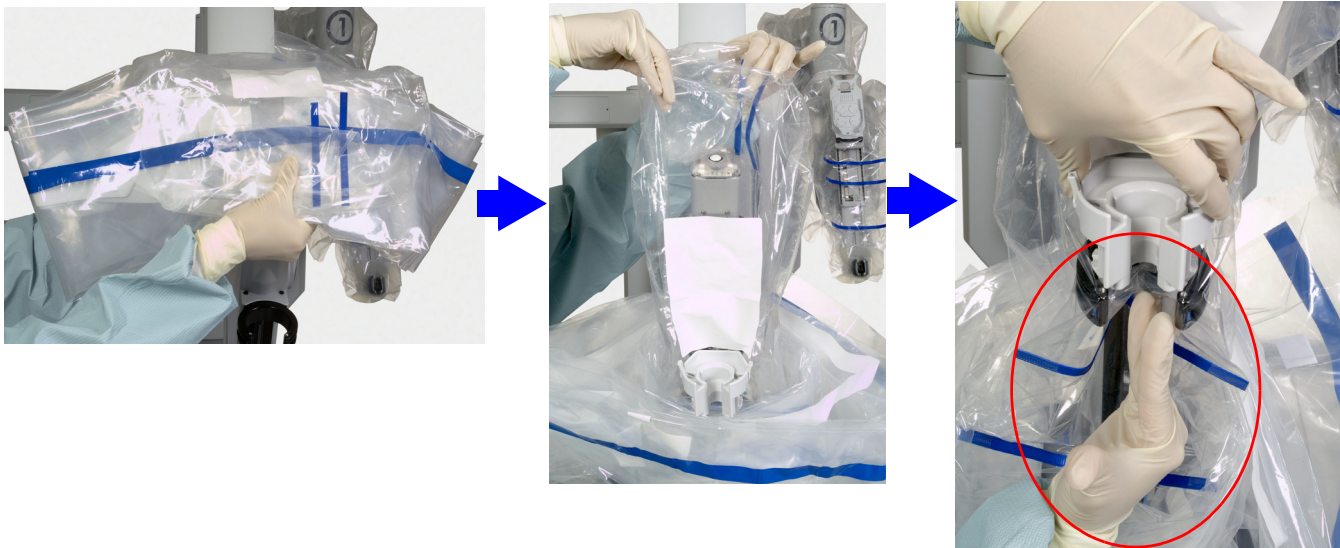

Figura 6.16 Baixe sobre o eixo de inserção e instale o adaptador esterilizado
4. Instale agora o adaptador esterilizado do braço da câmara dentro da guia do braço da câmara. Utilizando o lado de uma mão conforme ilustrado acima, faça uma abertura no pano cirúrgico através da carruagem para criar espaço para a passagem do endoscópio. Empurre depois firmemente o adaptador esterilizado do braço da câmara até à sua devida posição (Figura 6.16). Puxe para cima o adaptador esterilizado do braço da câmara para determinar se está devidamente assente; ao fazer isto, o adaptador deve permanecer encaixado no braço da câmara. Assente e verifique novamente, conforme necessário.